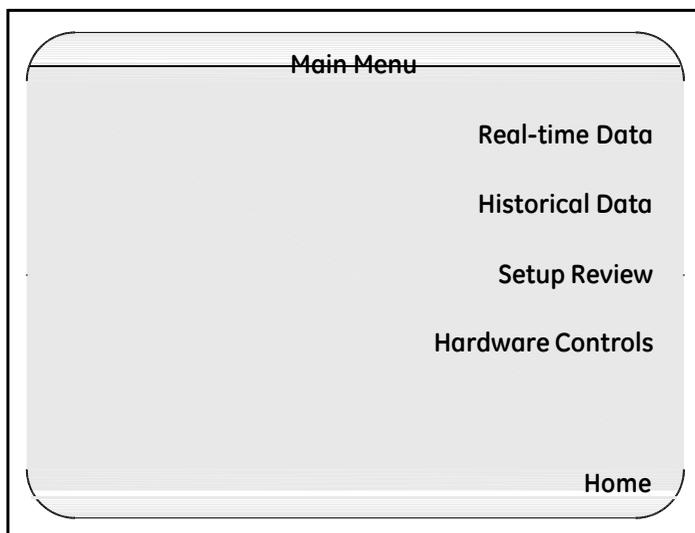

图 15: 验证仪主菜单
1. 按验证仪主界面的 **Main Menu** (主菜单) . **Main Menu** (主菜单) 如图 15 所示